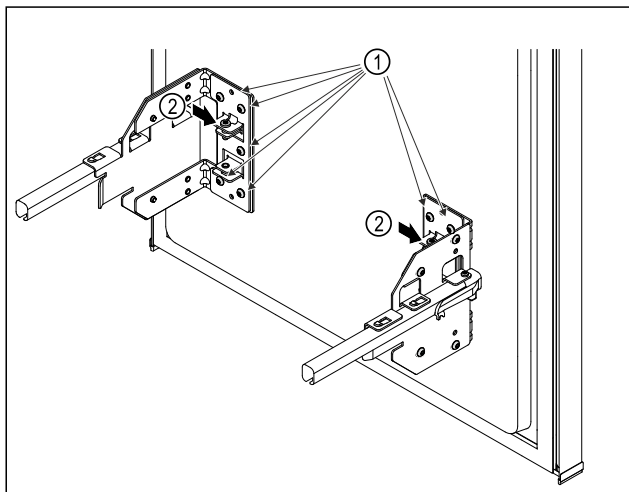

Fig. 8
- Allentare leggermente Fig. 8 (1) le viti.
- Ruotare le viti Fig. 8 (2), per spostare il carrello di estrazione verso l'alto o verso il basso.
- Stringere fino all'arresto Fig. 8 (1) le viti.